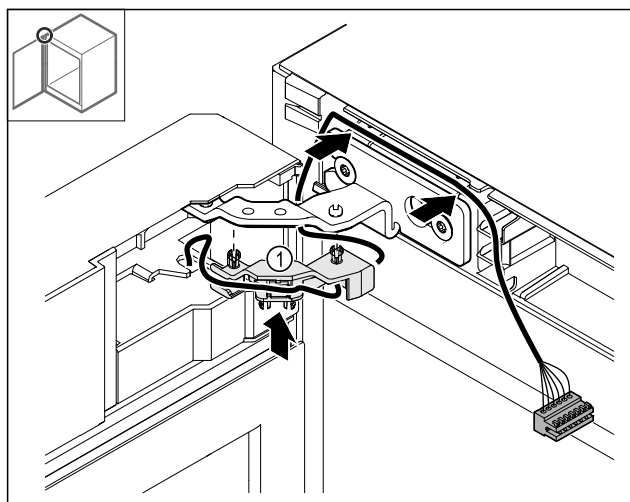

Fig. 44
- ▶ Trykk kabelholderen Fig. 44 (1) inn i hengselen.